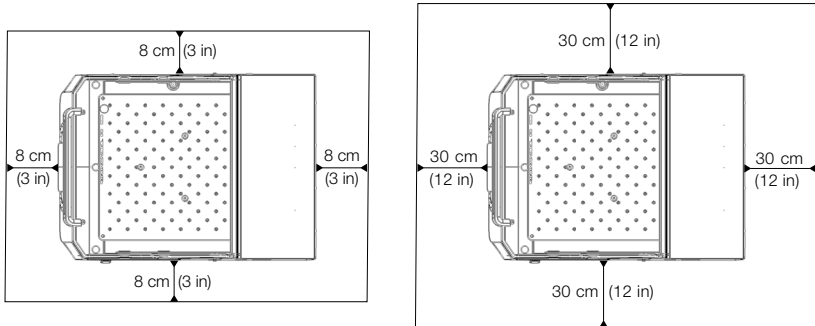

図 13: 恒温シェーカー（加熱式）（左）と冷却シェーカー（冷却・加熱式）（右）の間隔を空けた設置図。冷却シェーカー（冷却・加熱式）の上にも何もない場合は、左の画像が適用されます。
- Solaris 2000 I・4000 Iなどの恒温シェーカー（加熱式）には、図 13の左図に示すように、台の縁からすべての4辺に対して8cm (3インチ) の空間が必要です。
- Solaris 2000 Rおよび4000 R冷却シェーカーは、フード/ドアの上方に自由な空気空間がある場合、筐体の4面すべてに8 cm (3インチ) の間隔を確保して操作できます (図 13の左側を参照)。
- Solaris 2000 R・4000 Rなどの冷却シェーカー（冷却・加熱式）の上の空間が遮られている場合は、図 13の右図に示すように、台の縁の周囲からすべての4辺に対して30cm（12インチ）の空間に増やす必要があります。